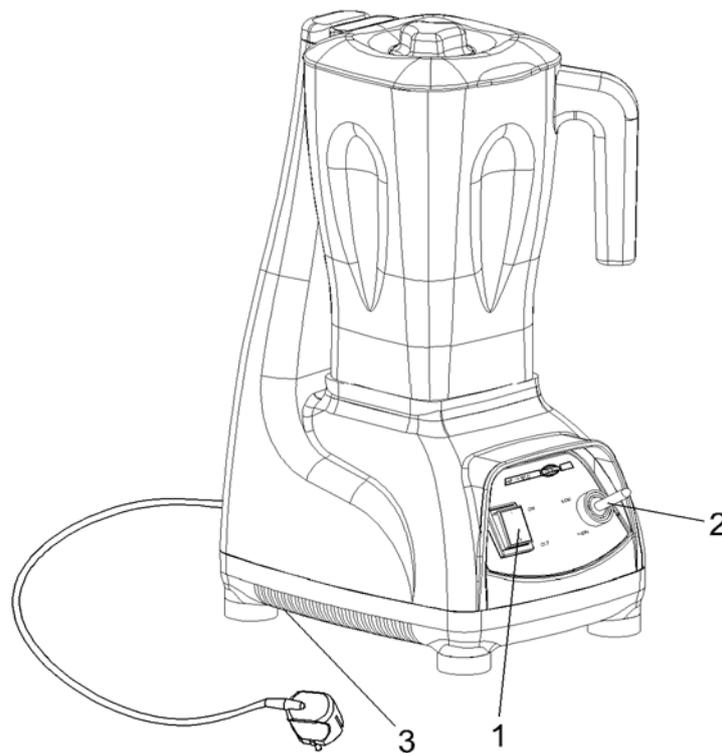

Рисунок 5: Панель управления
- ◆ Двухпозиционным основным переключателем (О/И) с сигнальной лампой для включения и выключения блендера (1, рис. 5).
- ◆ Два двухпозиционных переключателя: один для высокой скорости и один для низкой скорости (2, рис. 5).
- ◆ Защитный термовыключатель (ПЕРЕЗАПУСК) для защиты блендера (3, рис. 5)